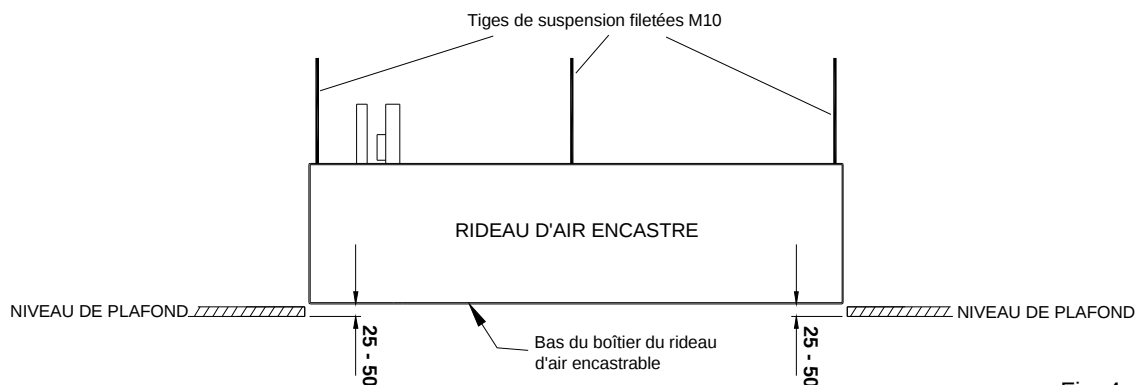

Fig. 4
Étape 3 En cas d'installation d'un modèle PHV1500R, installer une 5^{ème} tige filetée M10 dans le point de suspension situé au milieu de l'unité. Pour le modèle PHV2000R, installer une 5^{ème} et une 6^{ème} tiges filetées, voir Annexe 1 et Fig. 4.
Étape 5 Ajuster la hauteur de l'unité sur ses tiges suspendues de telle sorte que la surface inférieure du boîtier se trouve entre 25 et 50 mm à l'intérieur du plafond, comme illustré en Fig. 4. S'assurer que l'unité soit à niveau.